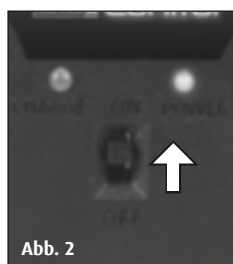

Abb. 2
- Die Fernsteuerung einschalten, die Power-LED leuchtet rot (Abb. 2).